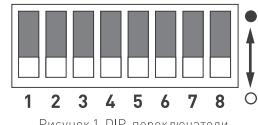

Рисунок 1. DIP-переключатели.
- Установите DIP-переключателями значение выходного тока, необходимого для питания подключаемой нагрузки. Соответствие положения переключателей и тока указано на корпусе декодера. Чёрная точка соответствует верхнему положению переключателя, белая — нижнему (Рис. 1).